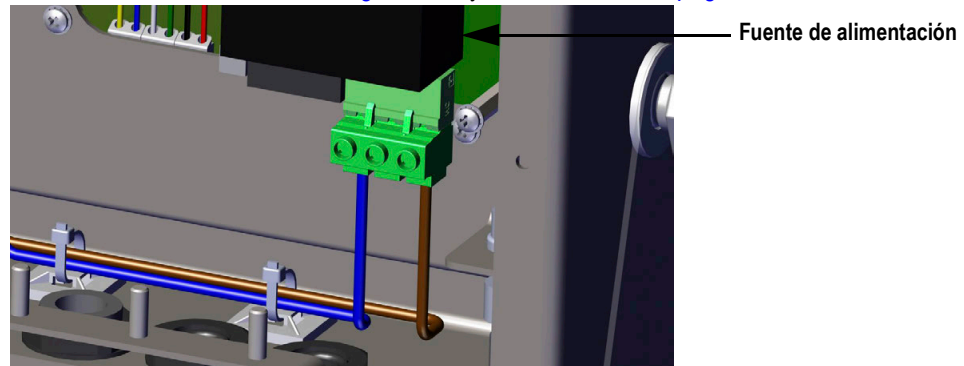

Figura 2-20. Conecte el cableado de CA
1. Tienda el cable hacia arriba por el interior del prensacables (no incluido). Consulte la Figura 2-20.
3. Tienda los otros dos hilos hacia abajo por la parte posterior del visor y conéctelos al enchufe de tres clavijas (n.º ref. 152334) que se conecta a la placa de alimentación. Consulte la Figura 2-20 y la Tabla 2-3 en la página 23.